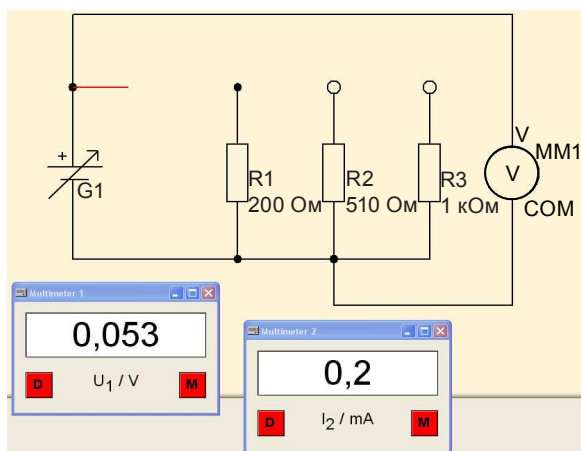

Рис. 4. Удаление соединительного провода с вывода резистора R1
11. Удалить соединительный провод с вывода резистора R1 (рис. 4).